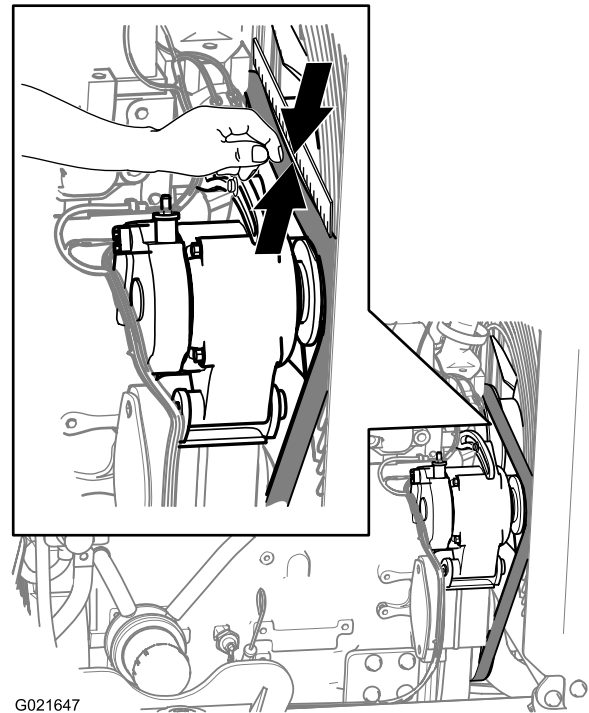

Figura 114
3. Inspeccione la correa en busca de cortes, grietas, hilos sueltos, grasa o aceite, y compruebe que no está torcida ni muestra señales de desgaste anormal (Figura 114).
3. Coloque una regla sobre la correa de transmisión y sobre las poleas, según se muestra en la Figura 114.
4. Presione hacia abajo sobre la correa en el punto intermedio entre la polea del ventilador y la polea del alternador, según se muestra en la Figura 114.